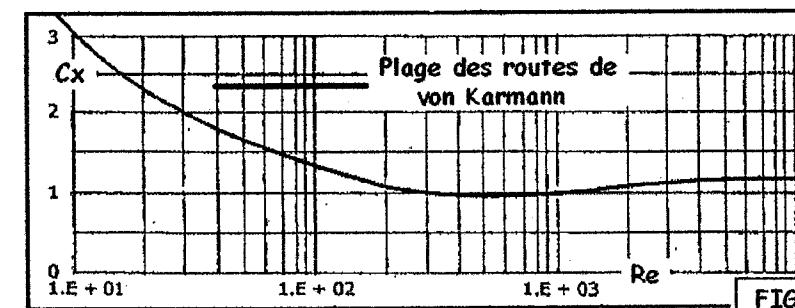

FIG 3
Des données approximatives pour le C_x d'un cylindre (de longueur infinie) sont données en Fig 3.
2. Trînée des cylindres. - Pour décider de Re et du diamètre il faudra se rappeler que le C_x des cylindres varie de façon non linéaire. Ce C_x est donné pour divers Re en Fig 3. Supposons 15°C et 250 m d'altitude (densité $\rho = 1,1879 \text{ kg/m}^3$), nous pouvons calculer assez exactement :
6. Fréquence de décollement. - Si l'on connaît le diamètre et la vitesse de vol on peut déterminer la fréquence de décollement des tourbillons de Karmann. Pour un planeur F1H, avec diamètre d'environ 2 mm, et Re de 200, le nombre de Strouhal d'après Fig 3 sera de $S * 0,197$.